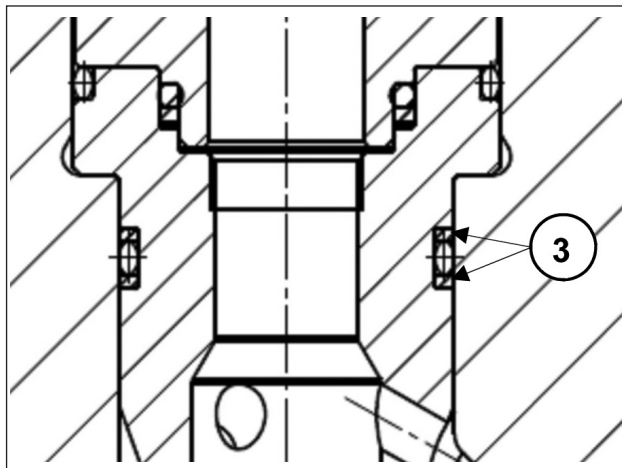

Abb. 28
Setzen Sie die Saug- und Druckventilgruppen samt Hülsen bis auf Anschlag in ihren Sitz am Kopf ein. Achten Sie insbesondere darauf, nicht die Stützringe der Hülsen (Abb. 28, Pos. ③) zu beschädigen. Gehen Sie zum vorschriftsmäßigen Einsetzen und Ausrichten der Ringe in den entsprechenden Sitzen folgendermaßen vor: